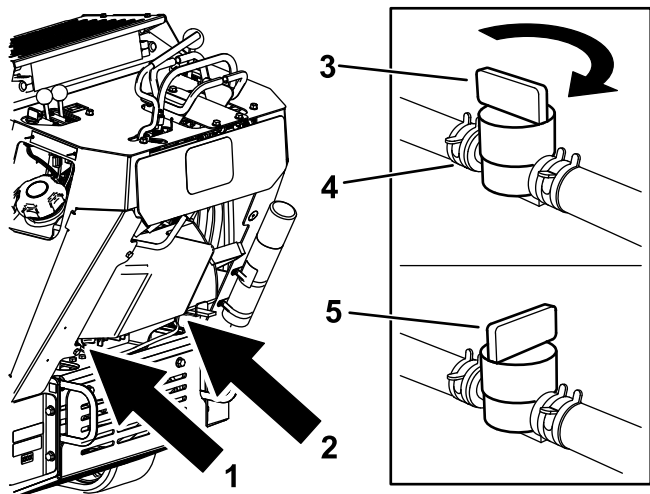

Figura 47
3. Rode a válvula de bloqueio de combustível para a posição fechada (Figura 47).
4. Aperte as extremidades da braçadeira de tubos no lado do motor da válvula em simultâneo e afaste o tubo do combustível da válvula (Figura 47).
5. Puxe o tubo do combustível da válvula (Figura 47).
3. Rode a válvula de bloqueio de combustível para a posição Closed (fechada) (Figura 47).
5. Rode a válvula de bloqueio de combustível para a posição Open (aberta) (Figura 47).